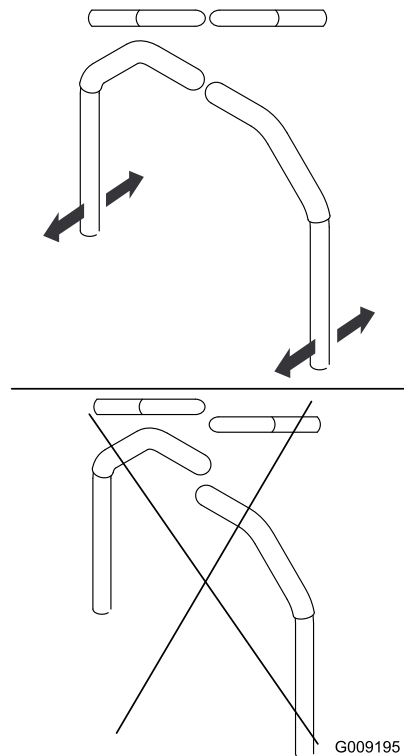

Figure 52
9. Réglez l'alignement avant/arrière des leviers en les plaçant simultanément à la position **POINT MORT**, puis faites-les coulisser jusqu'à ce qu'ils soient alignés et resserrez les boulons (**Figure 52**).